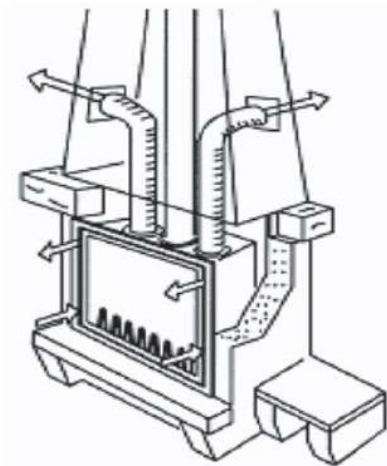

Fig. 5
**Cas 2 - Sortie d'air chaud à la fois par les tubes et par l'avant (Fig. 5):**